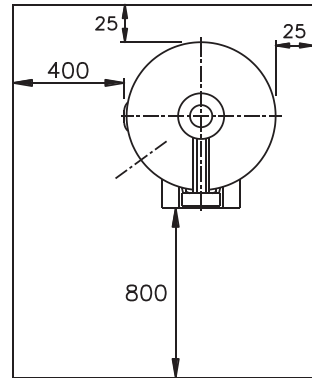

图1
- ◆ 室内型热水器必须安装排烟管。室内型热水器的安装距离应遵守图1中的距离。热水器和烟管距离背部墙面距离不小于25mm，并远离橱柜、木材和其它易燃物品至少500mm距离。